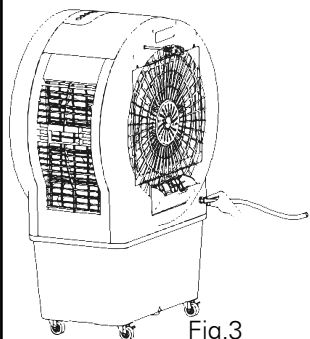

Fig.3
- Alternativamente attaccare tramite un tubo direttamente il serbatoio ad un rubinetto così da avere un riempimento automatico.(Fig.3)